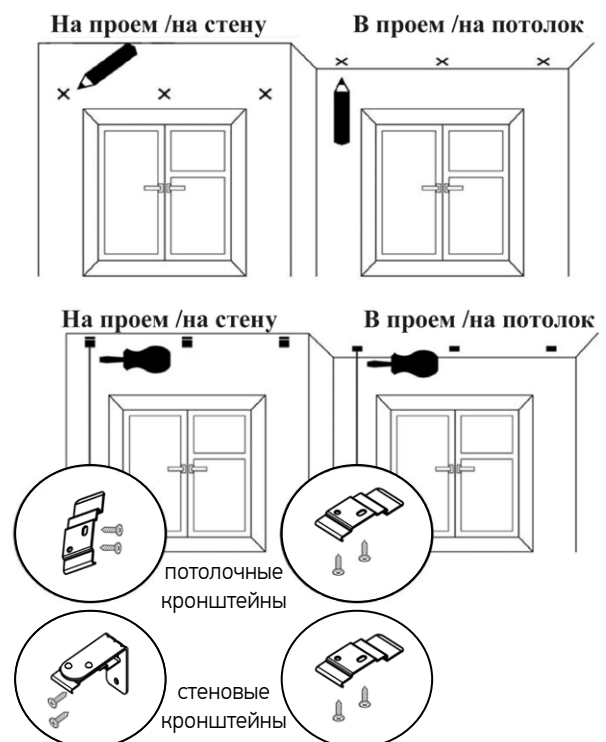

Рис. 6. Пример установки кассетных штор LVT
1. Разметить предполагаемые места крепления кронштейнов. Количество кронштейнов зависит от ширины изделия. Крайние кронштейны устанавливать максимально близко к краям (Рис.6).